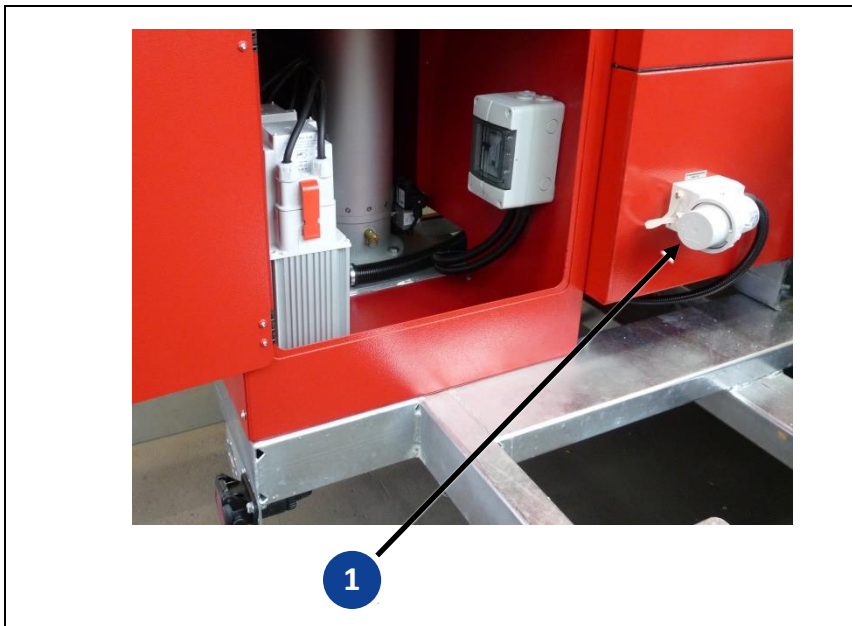

Abb. 7-7 Einspeisestecker 230 V für Batterieladegerät
1. Abdeckung des Einspeisesteckers (Abb. 7-7- ①) abschrauben.